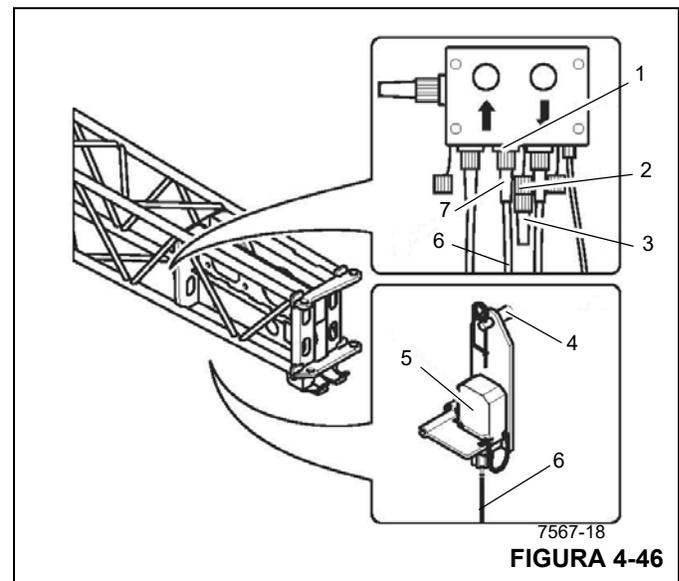

FIGURA 4-46
1. Instale el conjunto de interruptor de prevención del contacto entre bloques (5) (Figura 4-46) en el pasador (4) y asegúrelo con una pinza de retención.
2. Retire el enchufe de puente (3) del receptor (1) y enchúfelo en el receptor de almacenamiento (2), como se ilustra.
3. Coloque el cable (6) de modo que no se dañe durante el funcionamiento de la grúa, y conecte el conector de prevención del contacto entre bloques (7) en el receptor (1).